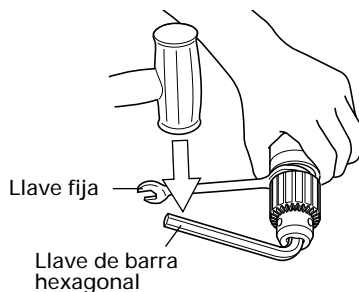

Fig. 13
(4) Desmontaje del portabrocas de la unidad angular (Fig.13)